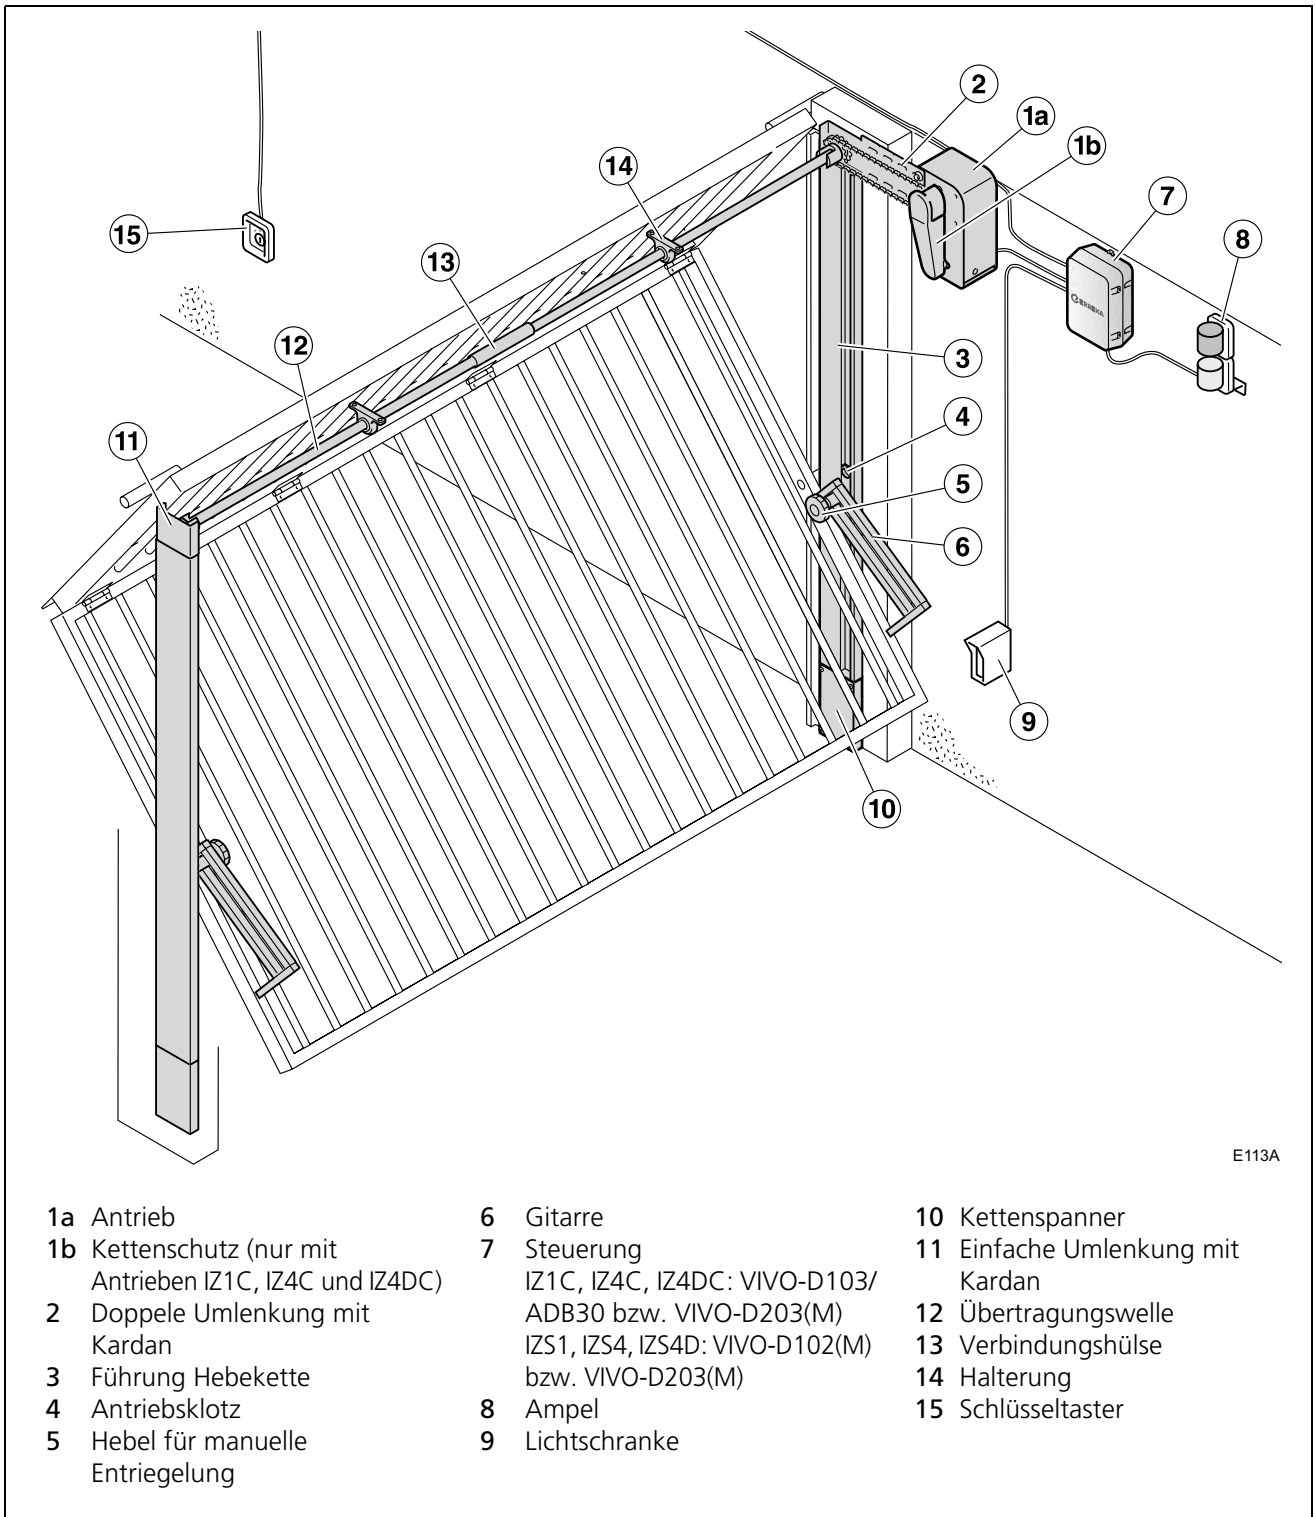

Abb. 1 Elemente der kompletten Anlage (Kipptor)
ℹ Für weitere Informationen siehe "Abb. 1 Elemente der kompletten Anlage (Kipptor)" auf Seite 82 und "Abb. 2 Elemente der kompletten Anlage (Sektionaltor)" auf Seite 83.
- 2 Prüfen Sie den Inhalt des Pakets auf Vollständigkeit. Es muss der Antrieb (1a) und an den Antrieben IZ1C, IZ4C und IZ4DC auch der Kettenschutz (1b) vorhanden sein (siehe "Abb. 1 Elemente der kompletten Anlage (Kipptor)" auf Seite 82). Alle anderen Elemente werden getrennt geliefert.